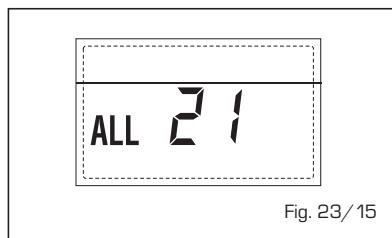

Fig. 23/15
- INTERVENCIÓN TERMOSTATO DE SEGURIDAD SEGUNDA ZONA MEZCLADA "ALL 22" [fig. 23/16]